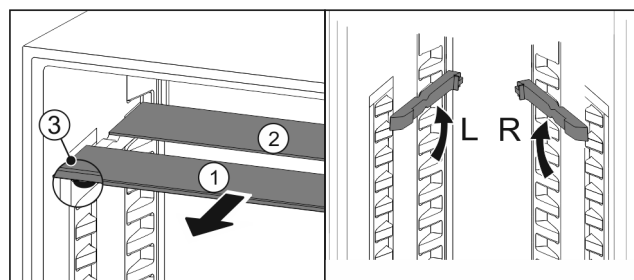

Fig. 71
- По одной извлеките Fig. 71 (1) стеклянные панели движением вперед.
- ▷ Стеклянная панель Fig. 71 (1) с декоративной планкой лежит спереди.
- ▷ Стопоры Fig. 71 (3) показывают вниз.